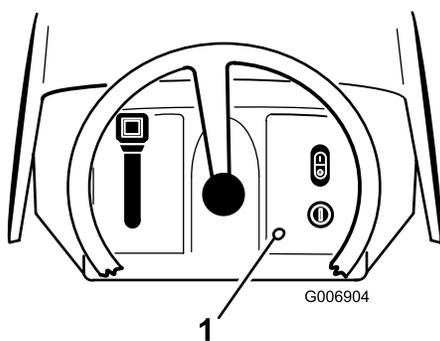

Figura 13
**Nota:** La spia rossa sulla consolle anteriore (Figura 13) si accende per indicare che l'interruttore di sicurezza è disattivato.